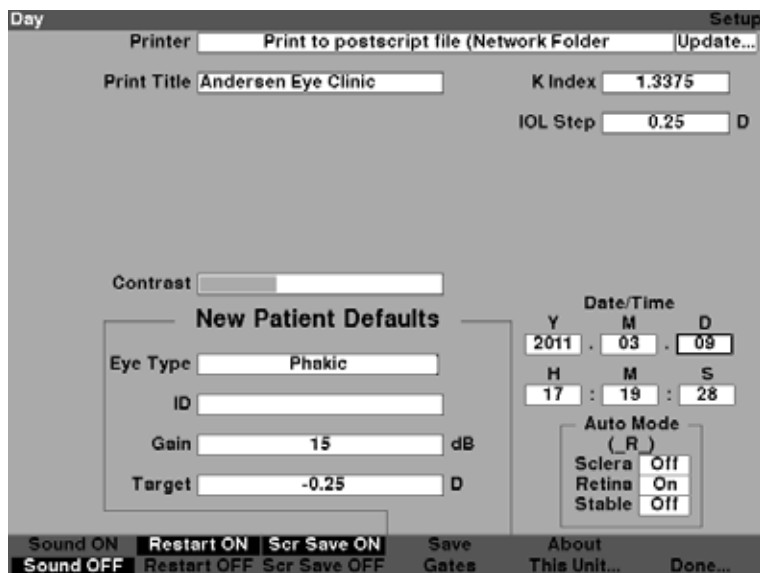

Figura 5-67 Dia ajustado
- Pressione o botão giratório ou o botão \checkmark para salvar o Dia ajustado e desativar o campo conforme mostrado na Figura 5-67.